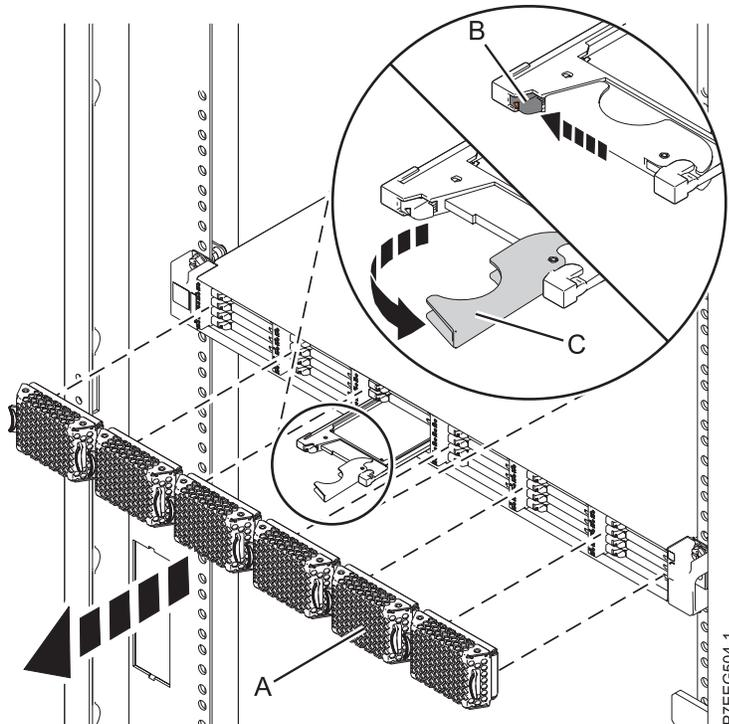

Figure 26. Retrait de l'unité SSD d'une armoire de stockage PCIe ED/R1
1. Retirez le panneau (A) qui couvre l'emplacement contenant l'unité SSD. Pour plus d'informations, voir figure 26, à la page 45.
2. Poussez doucement le taquet de déverrouillage (B) pour déverrouiller la poignée de l'unité.
3. Saisissez la poignée (C) et tirez partiellement l'unité hors de l'emplacement.